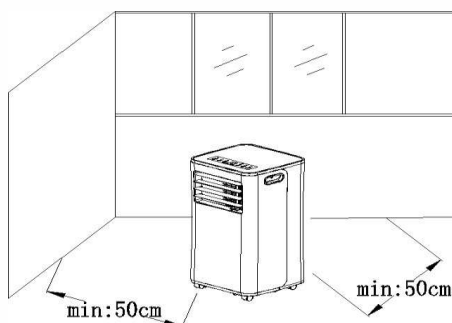

Figure 4
1. Placez l'appareil, une fois le tuyau de chauffage et les raccords installés, devant la fenêtre ; la distance entre le corps de l'appareil et les murs ou tout autre objet doit être d'au moins 50 cm (comme illustré à la figure 4).